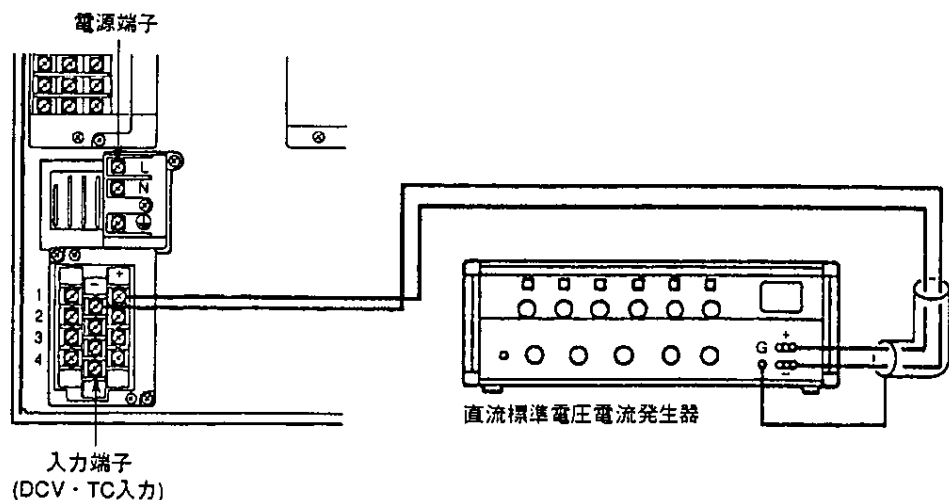

図11.4
- (1) 図11.4～図11.6のように配線し、各機器を十分ウォームアップします(SBR-EY180のウォームアップ時間は30分以上です)。
- (2) 周囲温度、湿度等が正常動作条件内にあることを確認します(10章参照)。
- (3) 設定入力レンジ上の0, 50, 100%の各点に対し、それぞれ相当する入力を加え、測定値との差から誤差を求めます。